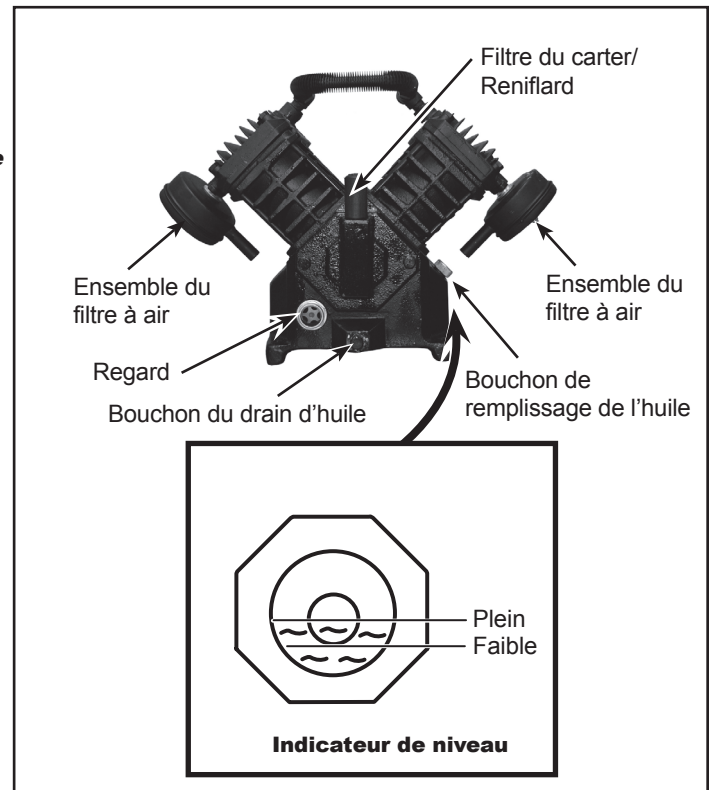

Figure 3 - Graissage
**⚠ ATTENTION** *CE MODÈLE NE CONTIENT PAS D'HUILE. Avant d'utiliser le compresseur. Remplir au centre de la jauge visuelle (voir la figure 3).*
**Remplir la pompe d'huile au centre de la jauge visuelle en utilisant l'ouverture de remplissage d'huile (voir la figure 3). NE PAS remplir la pompe jusqu'à l'ouverture du bouchon de reniflard, car ceci pourrait mener à une fuite d'huile et une pulvérisation vers l'extérieur durant l'utilisation.**